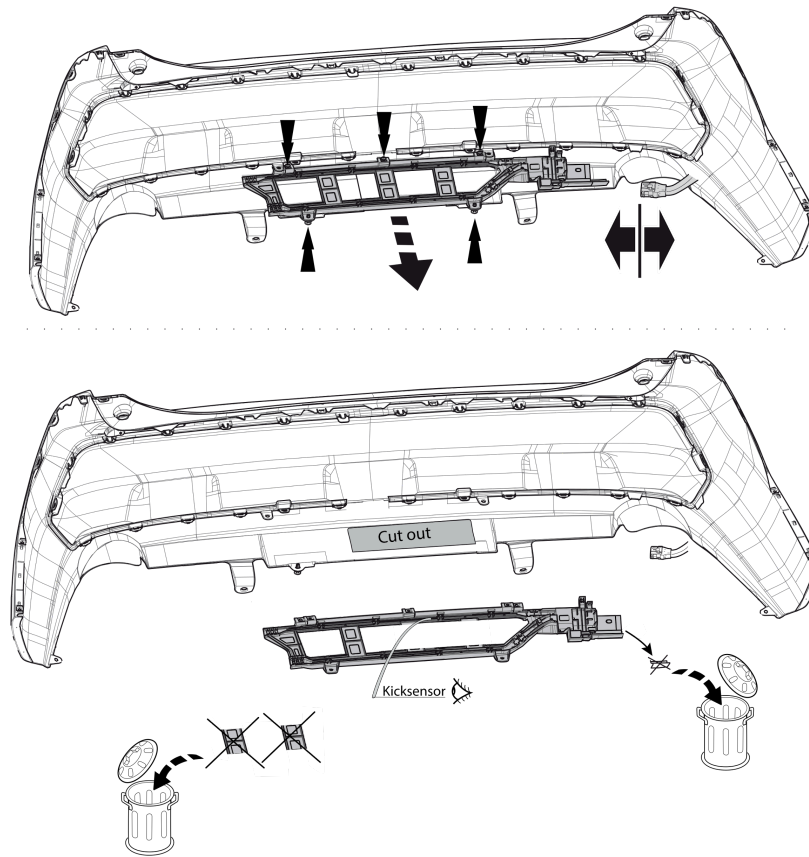

Fig. 3
11. Внимание! Если имеется/имеются: Снять указанные детали. См. рисунок 3 & 4.